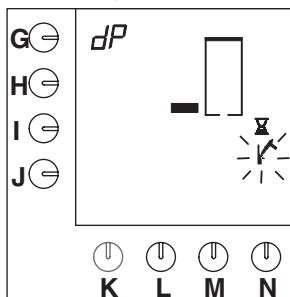

Fig. 25 Pause til afkalkningens vekselvirkning.
- Når vandet er varmt, vises et timeglas og et blinkende hammersymbol i displayet (fig. 25). Derefter følger 5 minutters ventetid for at afkalkningsmidlet kan virke.